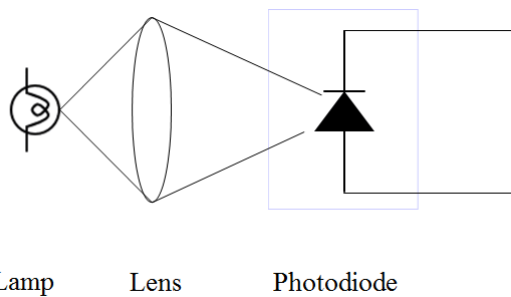

図 1: フォトダイオードの光起電力測定系の模式図。
(1) 照度計を用いて、ハロゲンランプの電圧と光強度 P_L との関係を測定する。ハロゲンランプ光をレンズで集光して照度計センサーヘッドに対して入射させる。この際の入射光強度は、 $P_L = 0, 0.25, 0.5, 1.0, 1.5, 2.0, 3.0$ および 4.0 mW とする。
(2) 図 1 に示すように、ハロゲンランプ光をレンズで集光して、Si フォトダイオードに入射させる。各フォトダイオードの設置位置は、上記実験(1)で使用した照度計センサーヘッドの位置と同じとするこの際の電流-電圧特性を測定する。この際、ハロゲンランプ光の強度($P_L = 0, 0.25, 0.5, 1.0, 1.5, 2.0, 3.0$ および 4.0 mW)を変えて、電流-電圧特性を測定する。先の実験から得られたハロゲンランプの電圧と光強度との関係を用いて、ハロゲンランプの強度を調整せよ。